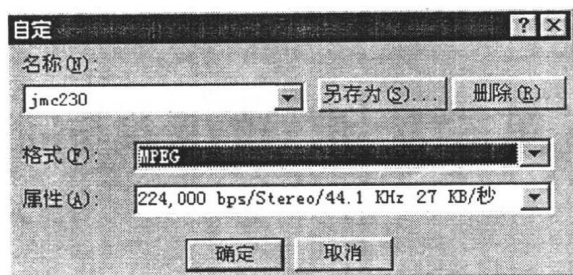

图 2.2
2. 点击录音区中首选的品质右边的“自定义”按钮，打开定义对话框，如图 2.2 所示。